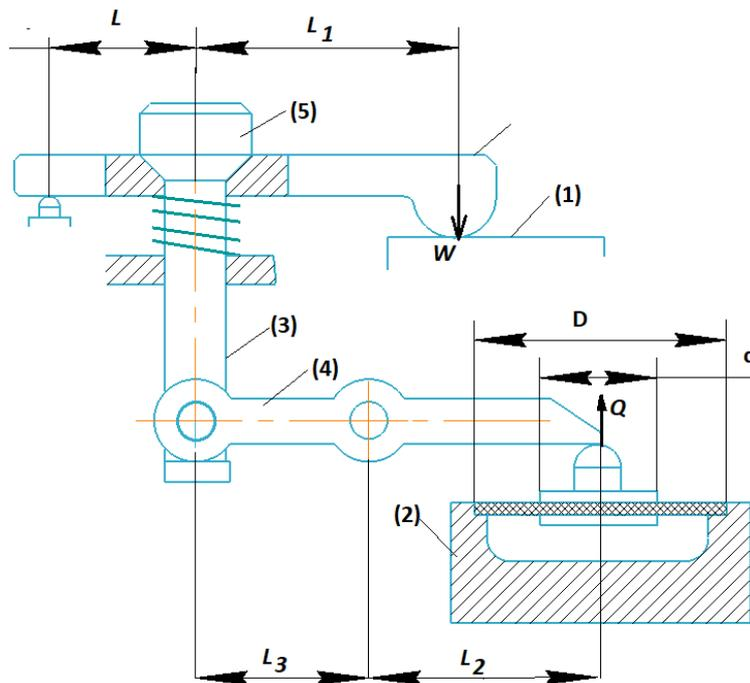

Рис. 4
На станке обрабатывается деталь (1), которая закрепляется в зажимном приспособлении с пневмоприводом. Пневмопривод состоит из пневмокамеры одностороннего действия с плоской резиновой диафрагмой (2), рычага (3), рычага (4) и тяги (5) (рис. 4). Требуется определить, какая сила W будет приложена к детали, если диаметр диафрагмы пневмокамеры равен $D=160$ мм, диаметр опорной шайбы $d=115$ мм, КПД всего привода $\eta=0,9$. Жесткость пружины $k=10000$ Н/м, ход тяги равен $x=0,3D$. Длины плеч рычагов: $L=150$ мм; $L_1=170$ мм; $L_2=170$ мм; $L_3=150$ мм. Давление воздуха $p=0,4$ МПа.